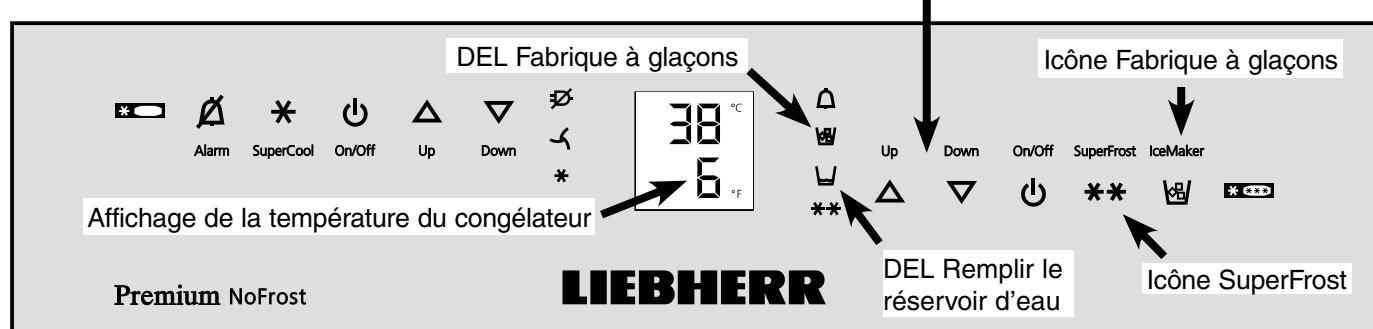

Figure 23
- Appuyer sur l'icône Fabrique à glaçons afin d'allumer la DEL Fabrique à glaçons (**Figure 23**).
DEL Remplir le réservoir d'eau - **Figure 23**